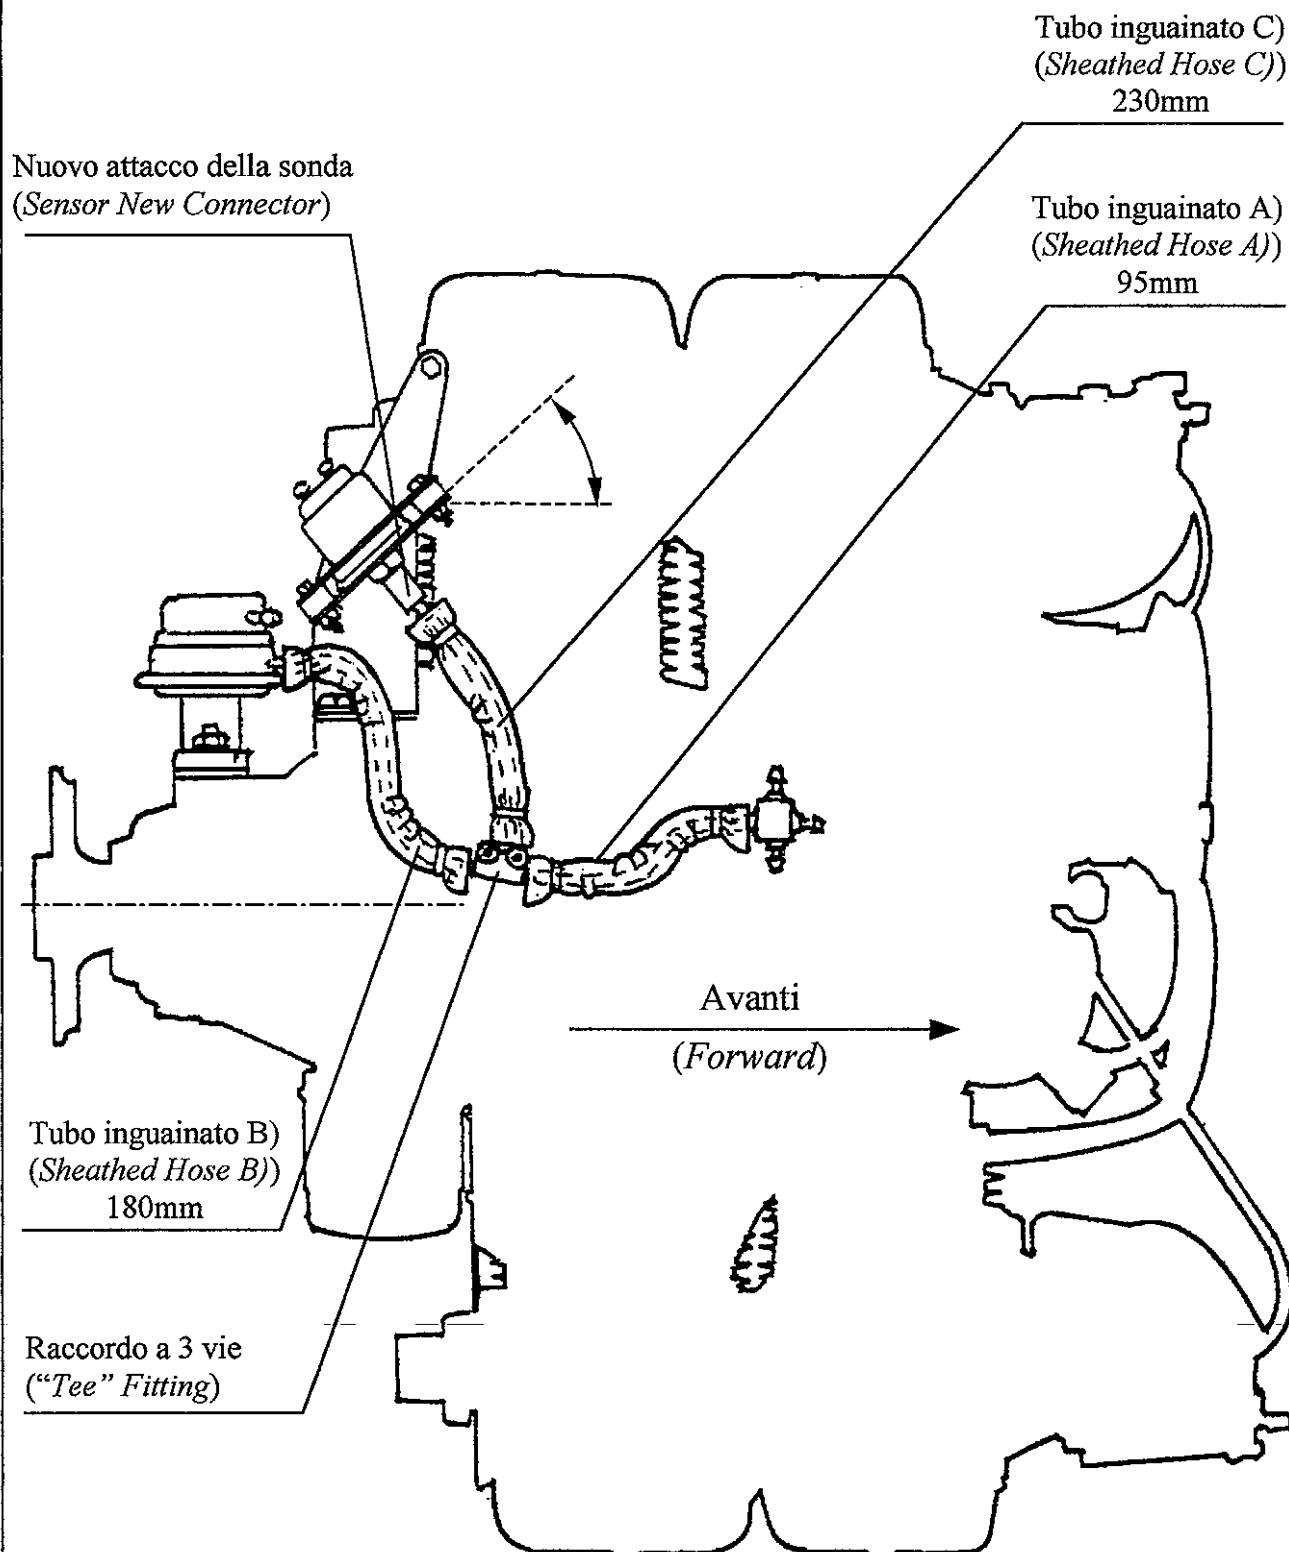

Fig. 3
L'analisi della linea di alimentazione motore del velivolo Sky Arrow da parte della Iniziative Industriali Italiane S.p.A. (di seguito chiamata 3I), ha condotto a determinare che l'attuale installazione della sonda di pressione carburante sui motori Rotax 912A può essere migliorata. Attualmente tale sonda è montata su apposito raccordo a "T" immediatamente a valle della pompa carburante (come indicato in fig. 1 e 2). Al fine di minimizzare le sollecitazioni sull'attacco della pompa carburante meccanica (linea di mandata), la 3I ha previsto un nuovo collegamento, meno rigido, fra pompa, sonda pressione carburante e raccordo a 4 vie (smistamento carburante ai 2 carburatori, vedi fig. 3, 4 e 6).
The analysis, accomplished by Iniziative Industriali Italiane S.p.A. (hereinafter called 3I), of the engine fuel supply line on the Sky Arrow aircraft has led to determine that the present installation of the fuel pressure sensor on Rotax 912A engines can be improved. At present time, this sensor is mounted on a dedicated "Tee" connector, beneath the fuel pump (as indicated in fig. 1 and 2). In order to minimize the stress on the connection of the mechanical fuel pump (supply line), 3I has designed a new connection, more flexible, between pump, fuel pressure sensor and "cross" fitting (fuel distribution to the 2 carburetors, see fig. 3, 4 and 6).
- 9) Riposizionare la sonda di pressione orientandola così come indicato in fig. 3 e 6, allineando correttamente i fori del supporto con la opportuna coppia di fori della staffa (componenti n°11 e 17 in fig. 6).
- 9) *Relocate the fuel pressure sensor as indicated in fig. 3 and 6, correctly aligning the support holes with the proper couple of holes on the bracket (components n° 11 and 17 in fig. 6). [In the case that the bracket does not have the pair of holes necessary for the new sensor position: remove this bracket from the engine block, drill the holes as indicated in the scheme of fig. 7 (use Ø 4.5mm drill and sandpaper possible trimming) and install the bracket].*
- 11) Tagliare il tubo di gomma fornito con il presente S.B. in 3 pezzi di lunghezza rispettivamente: A) 95 mm, B) 180 mm, C) 230 mm. (Vedere fig. 3 e 4, componenti n° 5, 7 e 9 in fig. 6).
- 11) Cut the rubber hose supplied with this S. B. in 3 pieces of appropriate length, respectively: A) 95mm (3.74"), B) 180mm (7.08"), C) 230mm (9.05"). See fig.. 3, 4 and 6 (components n° 5, 7 and 9 in fig. 6).